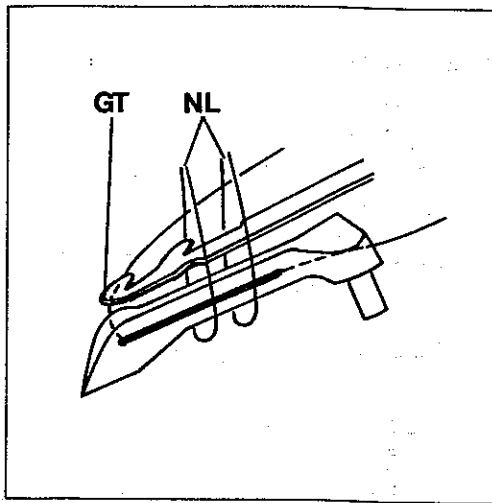
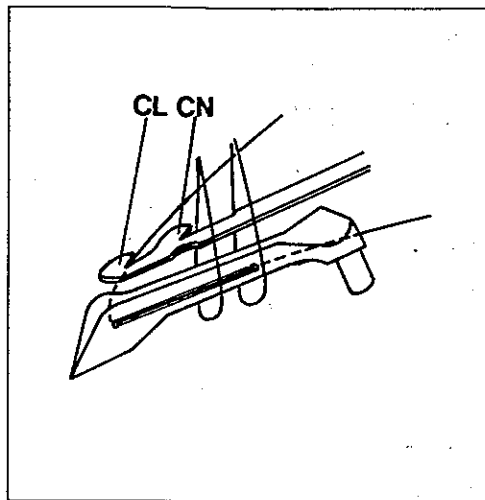

Fig. 46
Fig. 47
The setting of the lower knife tip described in item 3 is a basic adjustment. The setting has to be checked according to Figs. 46 and 47.
Die Einstellung der Untermesserspitze nach Punkt 3 ist eine Grundeinstellung. Die Einstellung muß entsprechend der Fig. 46 und 47 geprüft werden.
The lower knife must pass through the needle thread loops (NL, Fig. 46) and deflect the looper thread at edge (GT). When the lower knife swings back to the right, the looper thread must be caught by cutting edge (CL, Fig. 47) and the needle threads by cutting edge (CN) and drawn to the upper knife for cutting.
Das Untermesser muß durch die Nadelfadenschlingen (NL, Fig. 46) hindurchgehen und an der Kante (GT) den Greiferfaden ablenken. Wenn das Untermesser nach rechts zurück schwenkt müssen der Greiferfaden von der Schneide (CL, Fig. 47) und die Nadelfäden von der Schneide (CN) eingefangen und zum Abschneiden zum Obermesser gezogen werden.